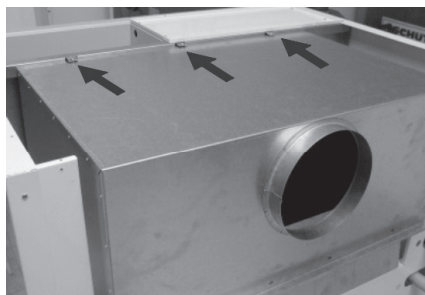

Рис.6
2. После снятия верхнего покрытия демонтировать прерыватель тяги. Прерыватель тяги закреплен 3 саморезующими винтами к внутренней стороне котла (рис. 6).